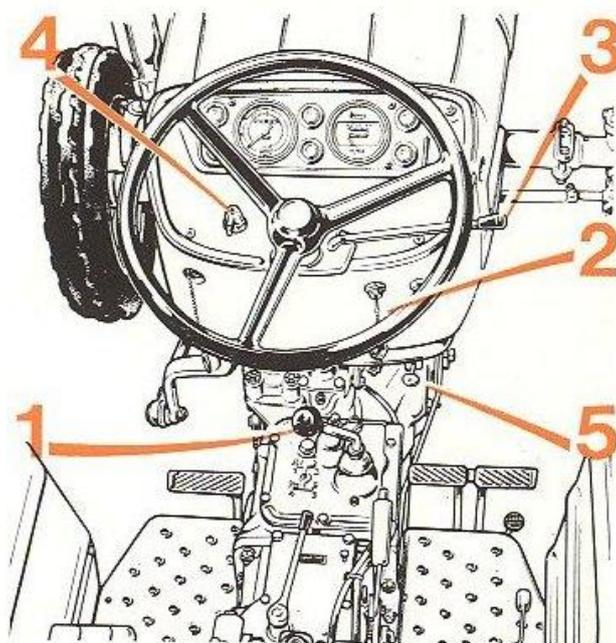

FIG. 26
- 1° Comme pour la pompe Bosch, dévisser d'environ 2 tours la vis de purge du premier filtre (1) et actionner le levier de la pompe d'alimentation jusqu'à ce que le combustible s'écoule sans bulle d'air et revisser le bouchon (1).
- 2° Purger de façon analogue le deuxième filtre à combustible (2).
- 3° Ouvrir les vis (3) du couvercle du régulateur et (4) de la tête hydraulique. Purger d'air et resserrer la vis (4) de la tête hydraulique.
- 4° Desserrer les raccords (5) côté injecteurs sur au moins deux tuyauteries ; amener la manette d'accélération en position maximale et actionner le démarreur à plusieurs reprises d'une durée d'une dizaine de secondes chacune en appuyant à fond sur le bouton (5 fig. 26) jusqu'à ce que le combustible s'écoule sans bulle d'air par les raccords des injecteurs.
- 5° Rebloquer les raccords des injecteurs, mettre le moteur en route et ne serrer la vis du couvercle du régulateur (3) que lorsque le combustible s'écoulera sans bulle d'air.